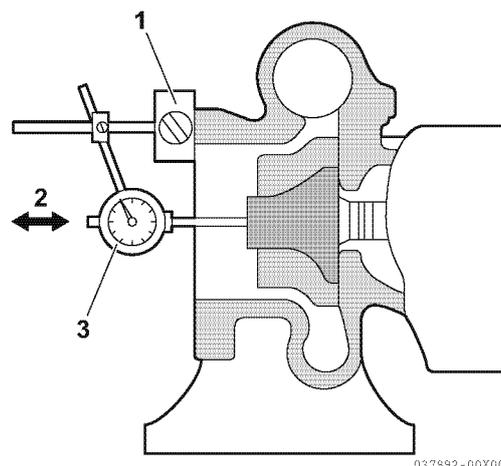

Figure 10-3
1. Installez un comparateur à cadran comme illustré (**Figure 10-3**).